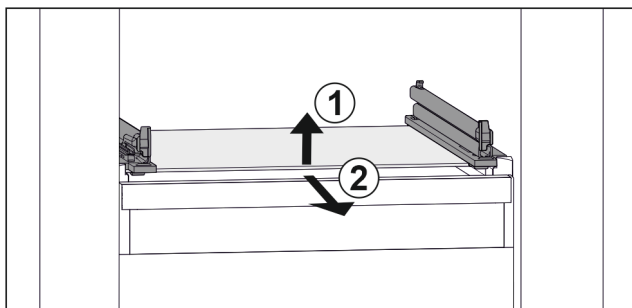

Fig. 51 Vejledende visning af glaspladen
- ▶ Løft glaspladen foran. Fig. 51 (1)
- ▶ Tag glaspladen ud fremefter. Fig. 51 (2)